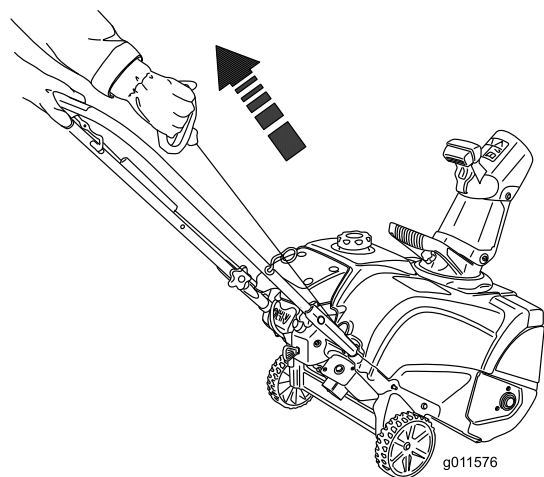

Figure 19
4. Raccordez la rallonge au secteur et à la machine, puis appuyez sur le bouton du démarreur électrique (modèle 38282 uniquement) (Figure 19), ou tirez la poignée du lanceur (Figure 19).